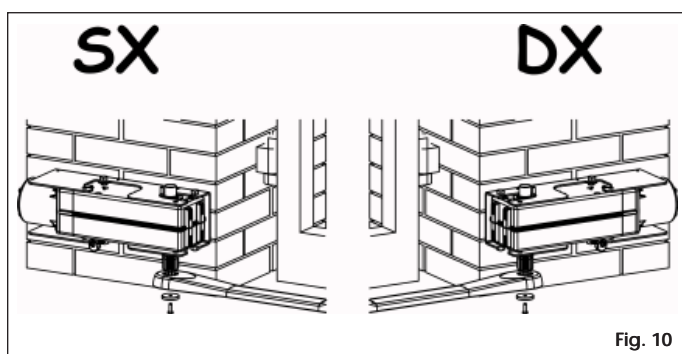

Fig. 10
- Inserire la leva dritta del braccio snodato nell'albero del motoriduttore e serrarla con la vite e la rondella in dotazione (Fig. 10).
- Applicare il carter di protezione sull'operatore (Fig. 10).